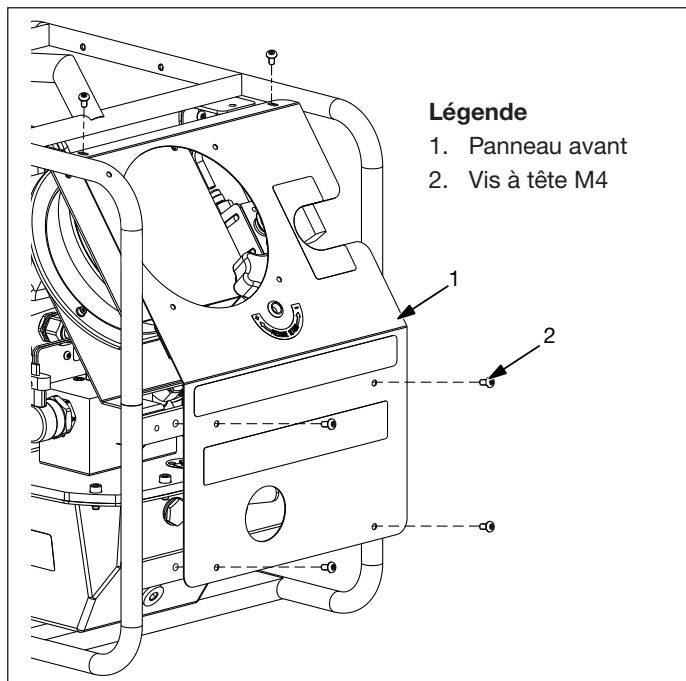

Figure 9, Panneau d'accès en façade
4. Retirez les six vis à tête M4 qui fixent le panneau avant sur le cadre de protection. Retirez le panneau avant pour permettre l'accès. Voir la Figure 9.